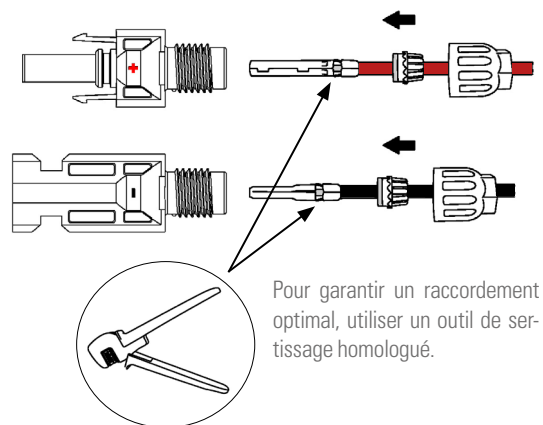

Fig. 19. Sertissage du câble.
d. Insérer le câble CC à travers l'écrou du connecteur CC dans la borne métallique et exercer une pression sur la borne à l'aide d'une pince à sertir (tirer sur le câble pour s'assurer que la borne est bien raccordée au câble) comme illustré sur la Fig. 19 :